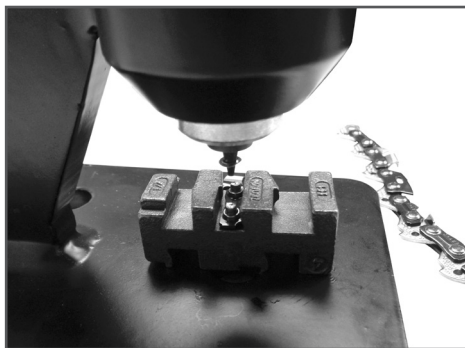

Рис.4 Вид наковальни и пробойника после расклепки звена
8. Снимите цепь с наковальни. Удалите фрагменты заклепки с пробойника, а вилку из наковальни (Рис. 4).